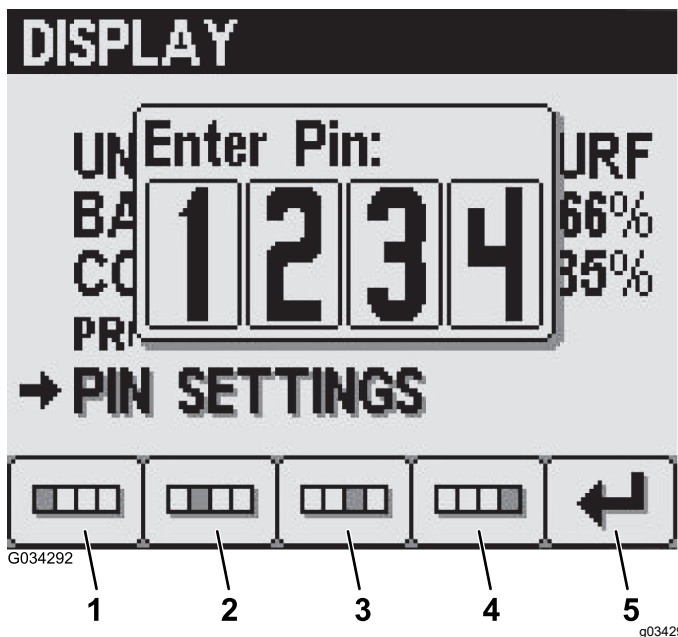

Figura 24
3. Premete i pulsanti dall'1 al 4 per inserire il codice PIN. Quando completate l'inserimento del PIN, premete il pulsante 5 (Figura 24).
- Premete i pulsanti dall'1 al 4 per inserire il codice PIN. Quando completate l'inserimento del PIN, premete il pulsante 5 (Figura 24).
- Nella schermata di inserimento del vecchio PIN, inserite il vostro vecchio PIN utilizzando i pulsanti da 1 a 4 e premete il pulsante 5 quando completate il PIN (Figura 24).